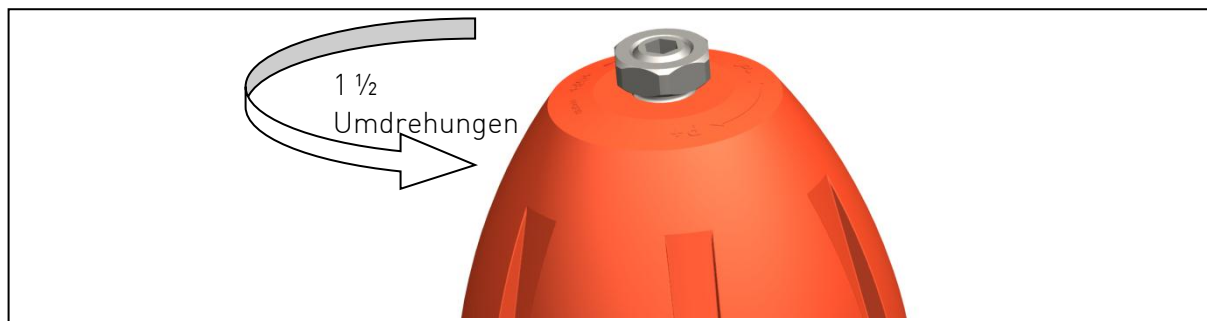

Fig. 3
- ▶ Aflojar la tuerca de bloqueo, ver la fig. 3